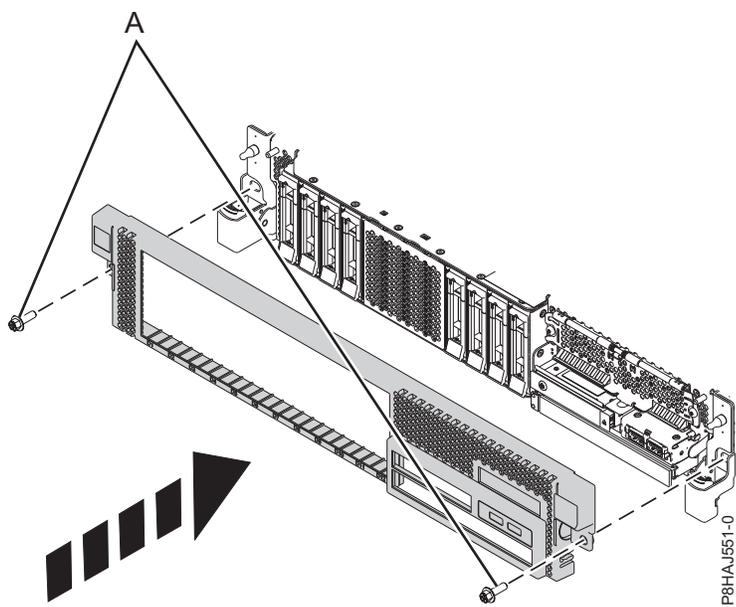

Figura 27. Instalación de la cubierta frontal
3. Cierre los pestillos de liberación empujando en la dirección que se muestra en Figura 27 en la página 46. La cubierta se insertará en su posición y dispone de una hendidura que le permite sujetarla más fácilmente.
4. Sustituya los tornillos de envío (A).